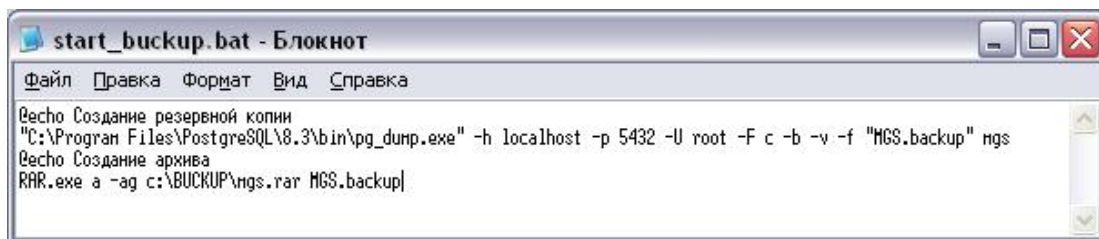

Рис. 7.16. Образец содержания командного файла с модулем для создания архива
- Добавьте в командный файл текст по приведенному ниже образцу, дополнительно к введенному ранее (Рис. 7.16).